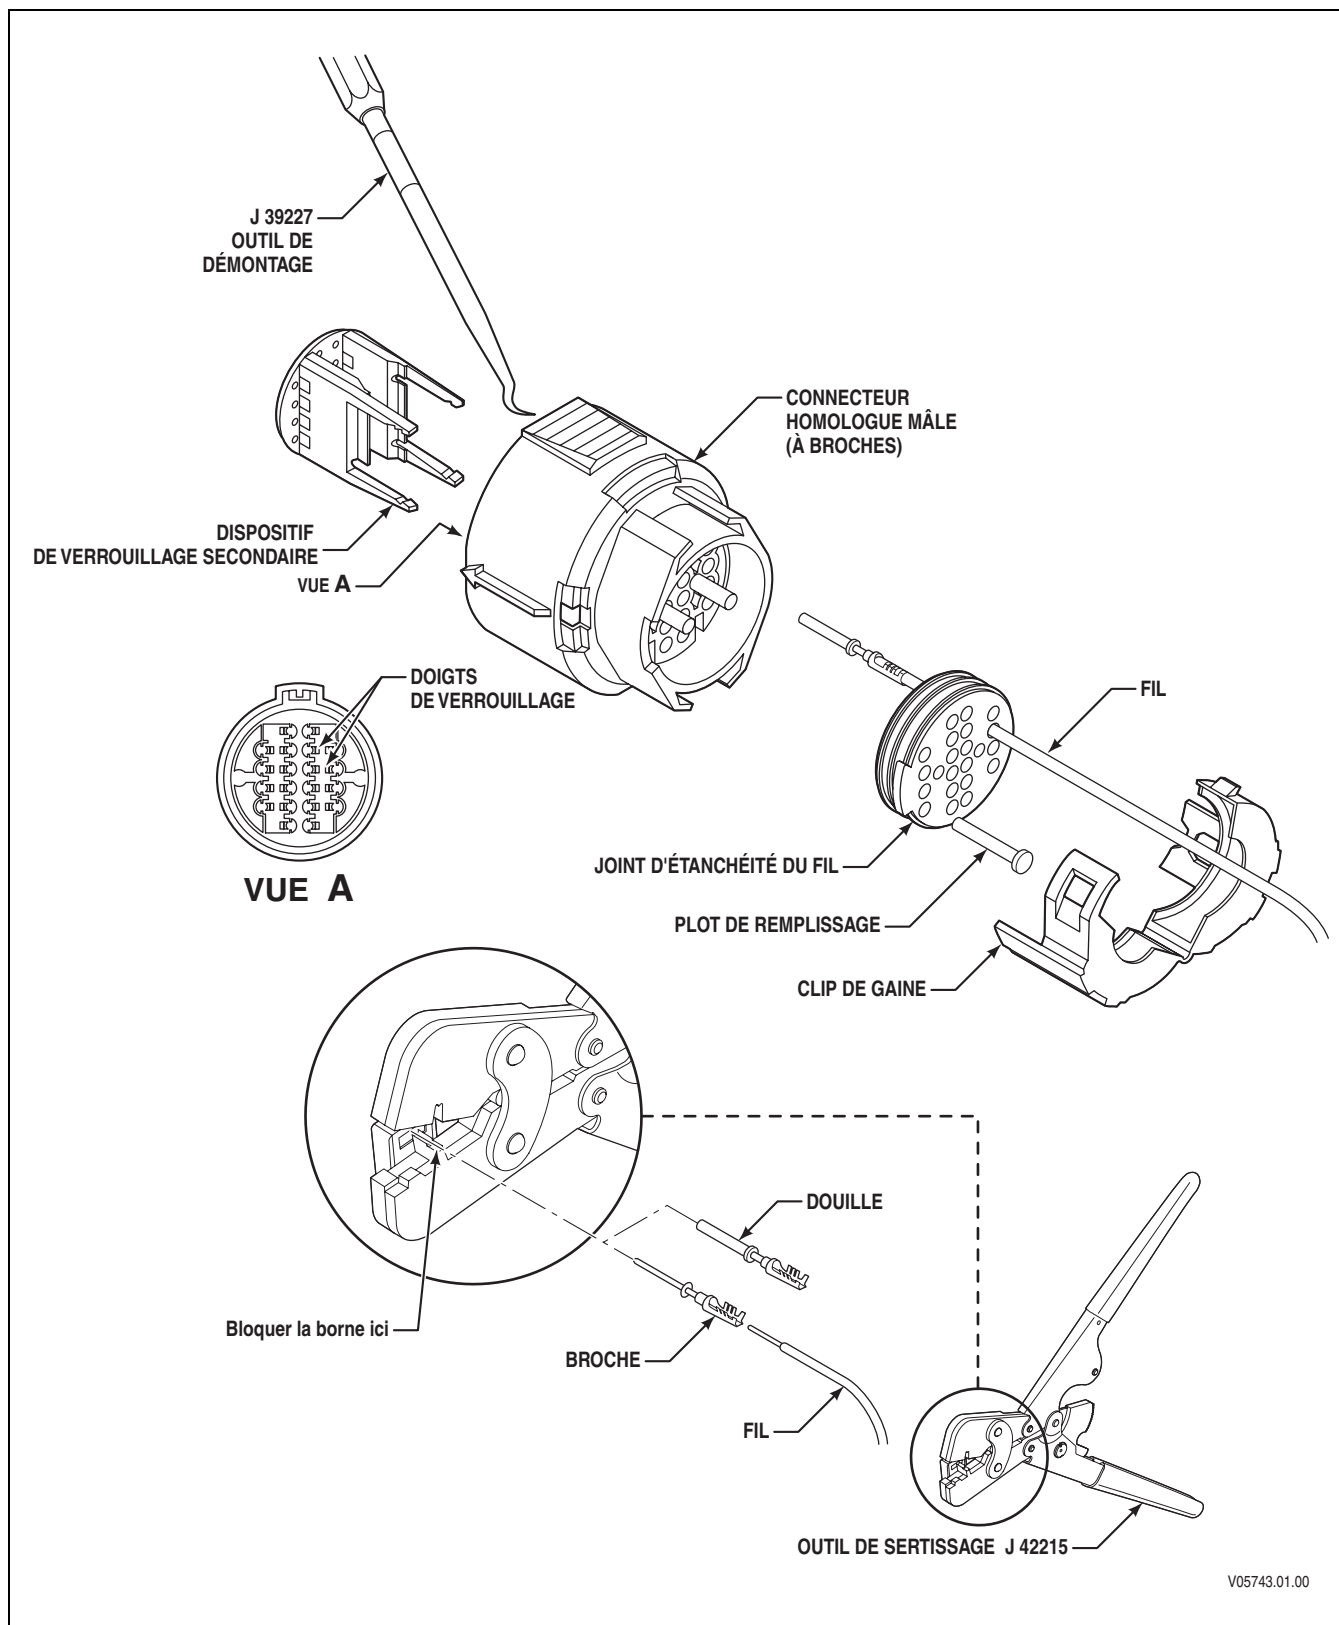

Figure E-4. Connecteur Micro Pack 100W Delphi-Packard (connecteur principal de la transmission)
A. Réparation des connecteurs/bornes (Figure E-4)
B. Retrait des bornes — Connecteurs principaux de la transmission (Figure E-4)